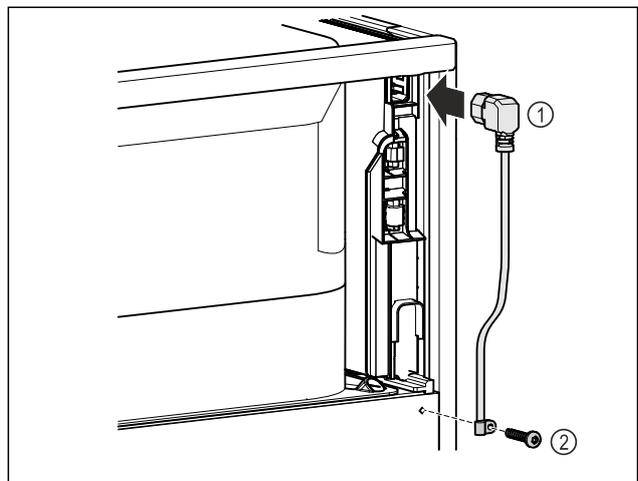

Fig. 13
- ▶ Вставьте разъем сетевого кабеля, предназначенный для устройств, не выделяющих тепла, Fig. 13 (1) с задней стороны устройства.
- ▶ Установите приспособление для разгрузки натяжения кабеля. Fig. 13 (2)